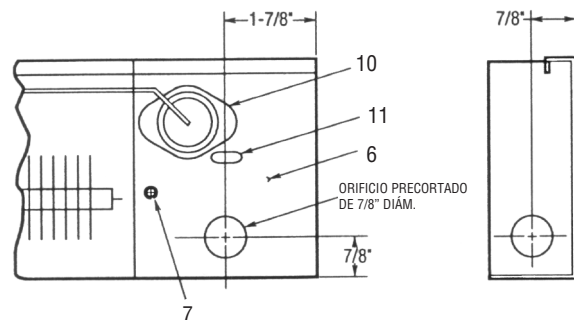

Figura 2. Detalle del orificio precortado
1. Remueva las tapas (1) de las cajas de conexiones izquierda y derecha removiendo los tornillos (2).
2. Doble los ganchos de resorte (3) y levante la cubierta delantera (4) fuera de los soportes (5). Retire cuidadosamente el material de empaque protector fuera del área del elemento calefactor.
4. Introduzca el cable de suministro de energía a través del orificio precortado seleccionado en la caja de conexiones (6, Figura 2).
6. Sujete el calefactor a la pared, utilizando los orificios de montaje ranurados (11) ubicados en cada caja de conexiones. Vea la Figura 2. Se sugieren los siguientes modos de montar los calefactores en tipos comunes de superficies de pared:
4. Sujete el calefactor a la pared, utilizando los orificios de montaje ranurados (11) ubicados en cada caja de conexiones. Vea la Figura 2. Se sugieren los siguientes modos de montar los calefactores en tipos comunes de superficies de pared: